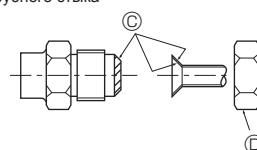

Fig. 4-1
4.2. Соединение труб (Fig. 4-1)
- Нанесите тонкий слой масла охлаждения на контактную поверхность труб и соединений перед тем, как затягивать гайку с фланцем. ④
- Для затягивания трубных соединений используйте два гаечных ключа. ⑤
- Нанесите машинное масло охлаждения на всю поверхность области присоединения муфты. ⑥
- Используйте гайки растребного стыка для следующего размера трубы. ⑦
Ⓐ (Fig. 4-1)
Ⓑ (Fig. 4-1)